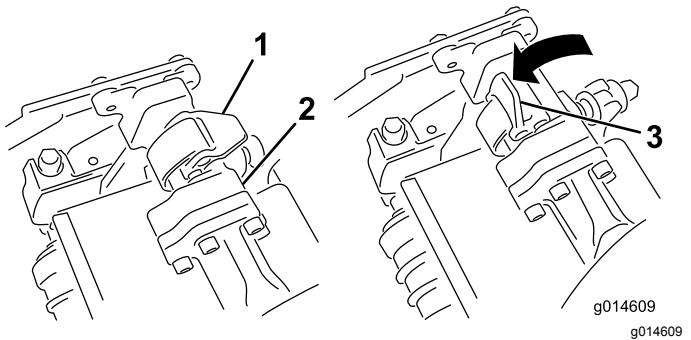

Figura 11
5. Com os fechos na barra do braço de suspensão a apontar para cima (i.e. abertos) (Figura 11), empurre o braço de suspensão para baixo de forma a que a barra passe pela barra através da parte superior da unidade de corte (Figura 12).
6. Feche os fechos para baixo e em redor da barra da unidade de corte e bloqueie-os no sítio (Figura 11).